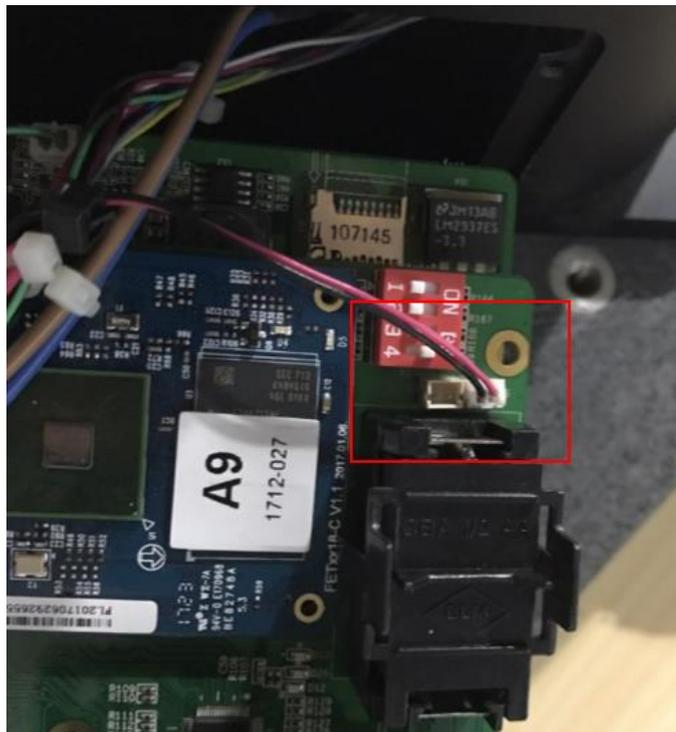

图 7.6 电池与机械臂连接示意图
- 如果编码器电池未带保险丝，则取下电池盒盖，将原有电池取出。并拔除连接在电池盒上的总线电池连接头，如图 7.6所示。取出电池后，将总线电池连接头用绝缘胶带包好，防止意外短接。